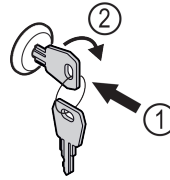

Fig. 57
- ▶ Вдавити ключ Fig. 57 (1).
- ▶ Повернути ключ на 90° за годинниковою стрілкою Fig. 57 (2).